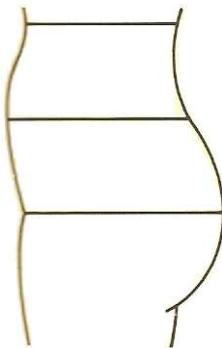

Figure 7 : Forme droite sans emboîtement⁽²⁹⁾
- Forme droite sans emboîtement : pour homme surtout et quelquefois pour femme, abdomen peu bombé (Figure 7) ;